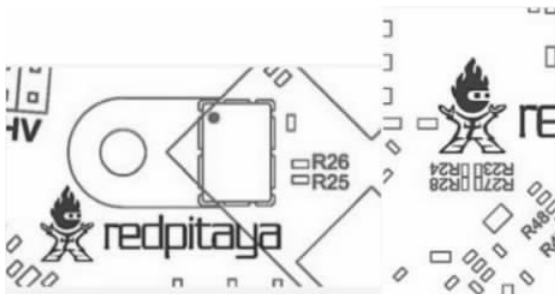

图 3-34 电阻位置图(左侧为顶层,右侧为底层)
(1) 板载 125MHz XO(默认)。
(2) 通过延长连接器 E2(此时 R25、R26 应移动到 R23、R24 所在的位置)获取外部时钟源。
(3) 直接从 FPGA 获取(此时 R25、R26 应移动到 R27、R28 所在的位置)。
(4) 图 3-34 显示了使用外部时钟时,需要更改的电阻在开发板的顶部和底部的位置情况。